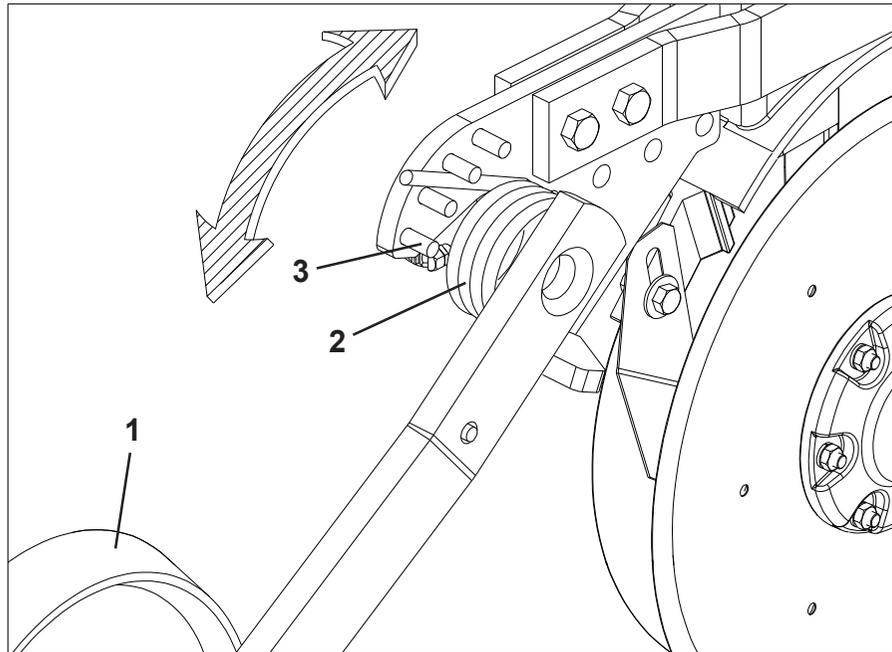

**FIGURA 25**
**REGULACION DE LA RUEDA COMPACTADORA EN "V" ( FIGURA 25 )